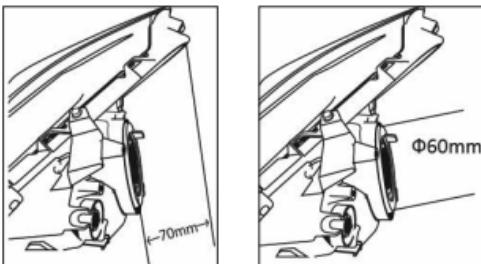

Figura 1
- Certifique-se de que há, no mínimo, 70 mm de espaço atrás da luminária do farol e de que a luminária tem um diâmetro de 60 mm conforme indicado na figura 1.